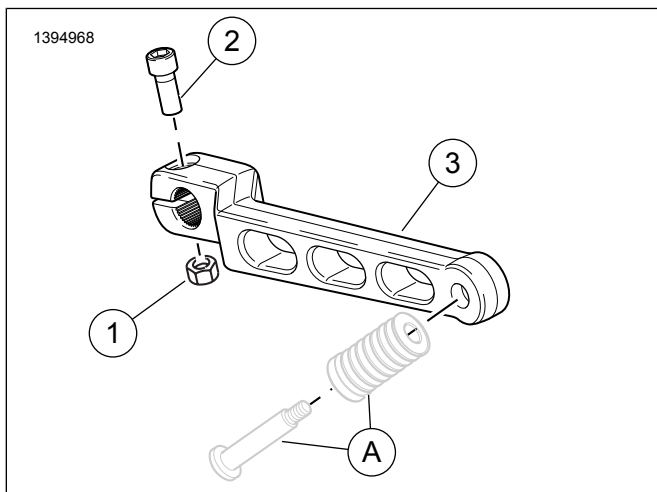

Figure 2. Pièces de rechange : Kit de levier de vitesses au pied
- Consultez Figure 2 . Transférer OE l'embout de sélecteur (A) sur le **nouveau** levier. Consultez le manuel d'entretien.
- Installer le levier de vitesses (3) en l'alignant sur le même angle que celui remarqué avant le démontage.
- Installez la vis (2).
- Insérer le contre-écrou (1). Serrer en respectant le couple de serrage indiqué dans le manuel d'entretien.
- Vérifier que les leviers de changement de vitesses (3) sont assez dégagés pour permettre un fonctionnement correct.